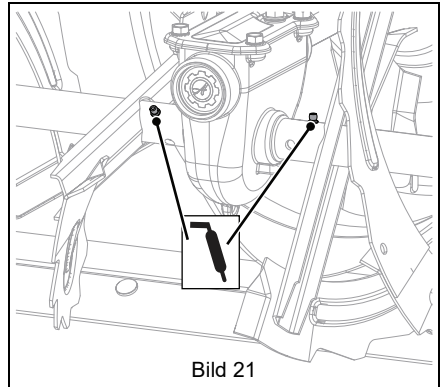

Bild 21
2. Tryck in fett i smörjniplarna. Se Bild 21.